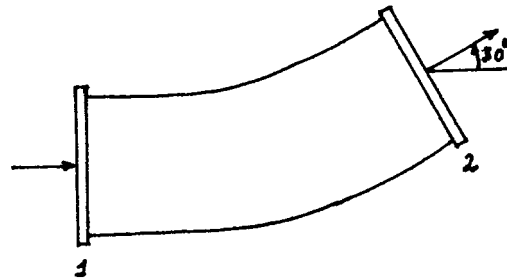

Figura P3.20
3.20 Considere o escoamento de água estacionário no troço da conduta representada na figura P3.20. Na secção 1, de diâmetro 0,3 m, a velocidade é de 12 m s^{-1} e a pressão é de 138 kPa. Na secção 2, o diâmetro é de 0,38 m e a pressão de 145 kPa. Determine as forças F_x e F_y necessárias para manter o cotovelo da conduta em equilíbrio.